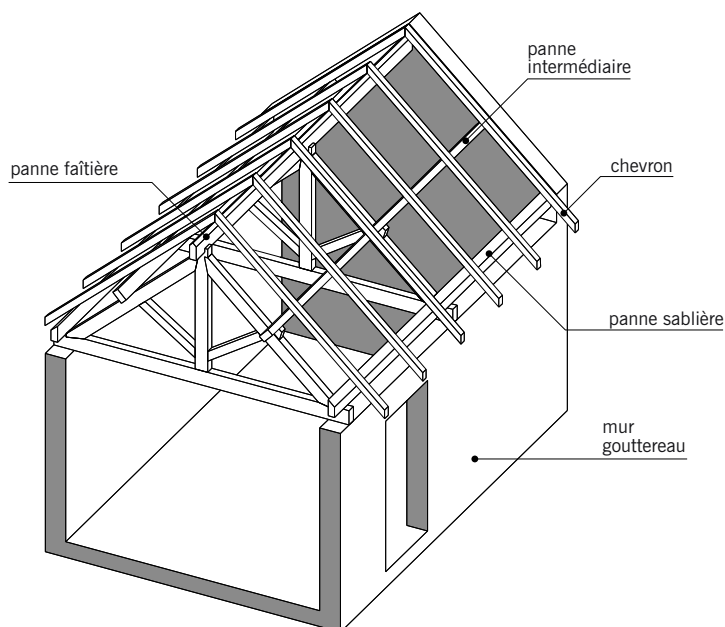

fig. 5.2
■ Le **chevron** (fig. 5.2) : pièce de bois reposant sur les pannes et placée suivant le sens de la pente du toit. Le chevron supporte les liteaux ou les voliges (voir chapitre n°-7). L'ensemble des chevrons d'une charpente constitue le **chevronnage**.